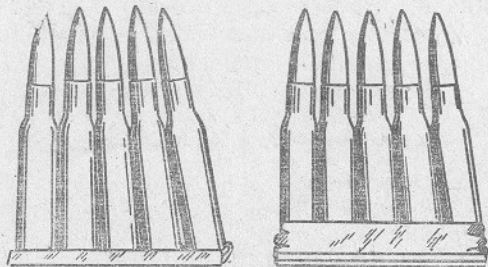

Рис. 45. Патроны в обойме
31. **Обойма** вмещает 5 патронов (рис. 45); она имеет паз для закраин гильз и лапки для удержания патронов от выпадания. В обоймах нового образца патроны удерживаются загнутыми бортиками и пружиной.